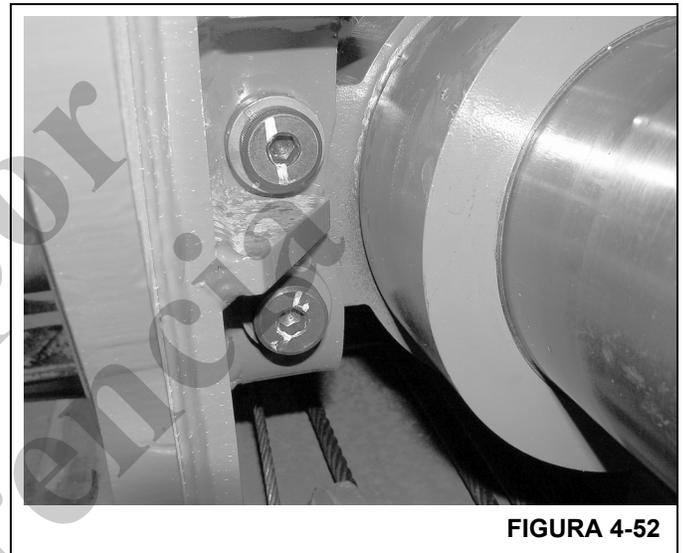

FIGURA 4-52
- 13. Alinee los agujeros de montaje del cilindro con los agujeros de la escuadra de la parte trasera de la sección central exterior y asegúrelos con dos pernos y bujes en cada lado. (Figura 4-52)